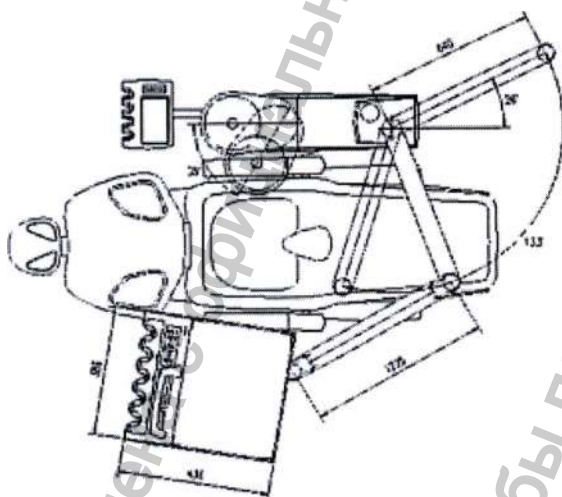
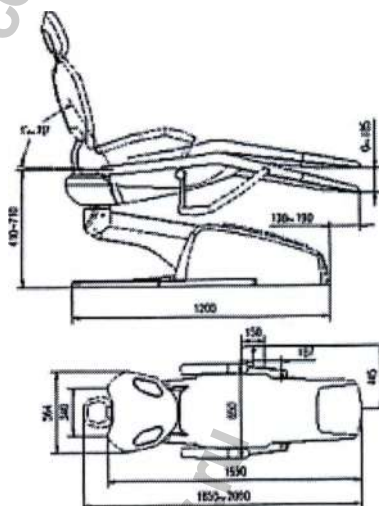

Рисунок 5 – Габаритный чертеж установки
Рисунок 6 – Габаритный чертеж стоматологического кресла
1. Откройте упаковку и установите стоматологическое кресло, учитывая положение инструментов (рис.5 и рис.6).